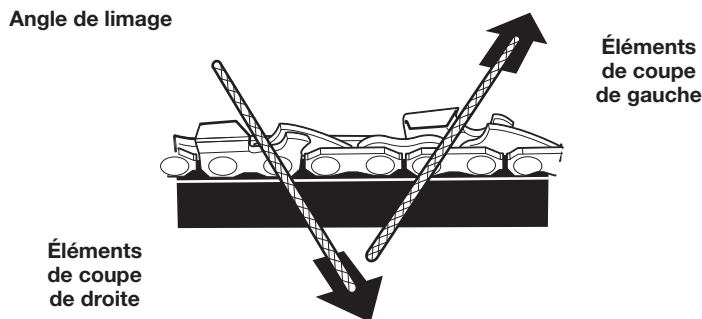

Fig. 40
- Limez vers le coin avant de l'élément de coupe (Fig. 40). Soulevez la lime pour l'enlever du dispositif de coupe à la fin de la course vers l'avant. Ne limez que pendant la course vers l'avant.
- Limez tous les éléments de coupe de gauche dans un sens (Fig. 40). Ensuite, passez à l'autre côté de la chaîne et limez l'ensemble des éléments de coupe de droite dans le sens opposé (Fig. 40).